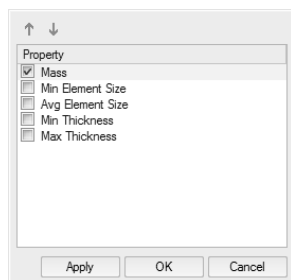

图 10-18
2) 选中 Mass 复选框，单击 OK 按钮，如图 10-18 所示。